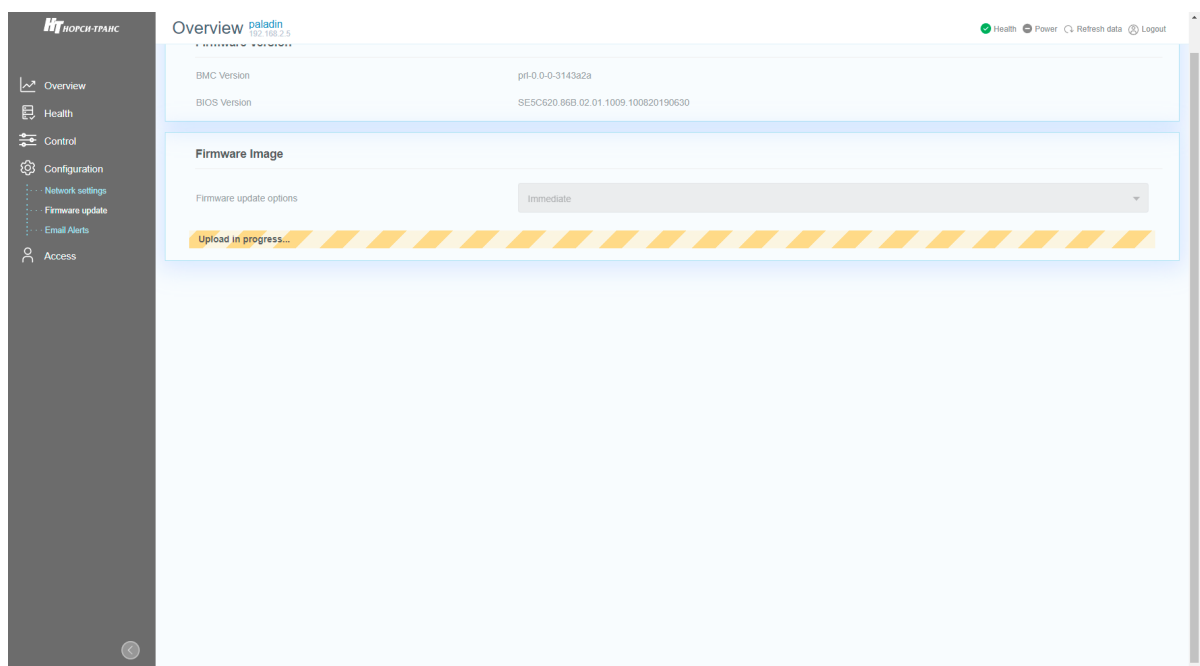

Рис. 79. Окно процесса установки обновления
- 6) После нажатия кнопки «UPLOAD FIRMWARE» появится окно установки обновления. Окно показано на рис. 79 Окно процесса установки обновления